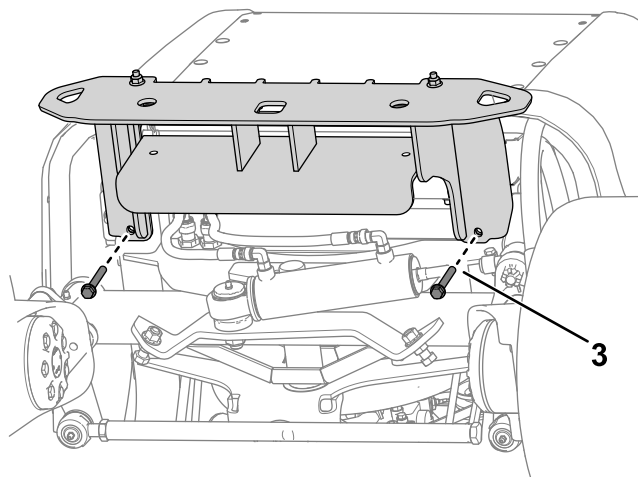

Figura 12
3. Sujete provisionalmente el área superior del parachoques en el bastidor de la máquina usando 4 pernos ($\frac{3}{8}$ " \times $3\frac{1}{4}$ ") y 4 tuercas ($\frac{3}{8}$ "), tal y como se muestra en la Figura 12.
- Sujete provisionalmente el parachoques bajo el bastidor de la máquina usando 2 pernos ($\frac{3}{8}$ " \times $2\frac{3}{4}$ ") y 2 tuercas ($\frac{3}{8}$ "), tal y como se muestra en la Figura 12.